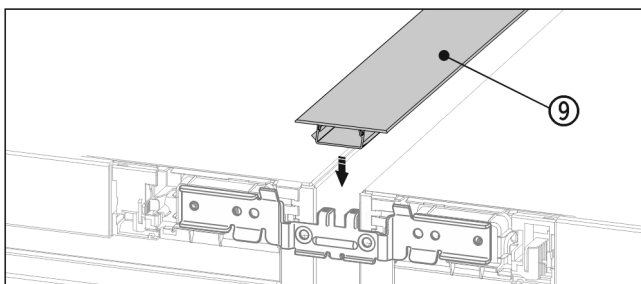

Fig. 21
- Na hornej strane zatlačte do medzery krátku kryciu líštu Fig. 21 (9).